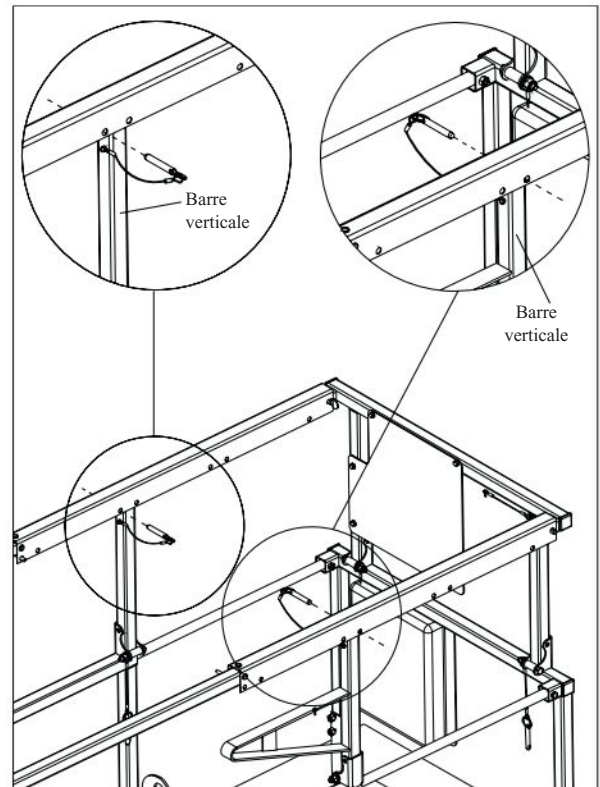

Figure 3-12. Rallonge de plate-forme manuelle à position variable
2. Une fois la rallonge étendue ou rétractée, remettez les axes de verrouillage en place. Un mouvement accidentel de la rallonge de plate-forme manuelle sera ainsi évité pendant le déplacement de celle-ci et ce, dans quelque direction que ce soit. Consultez la figure 3.12 pour obtenir un exemple de configuration.